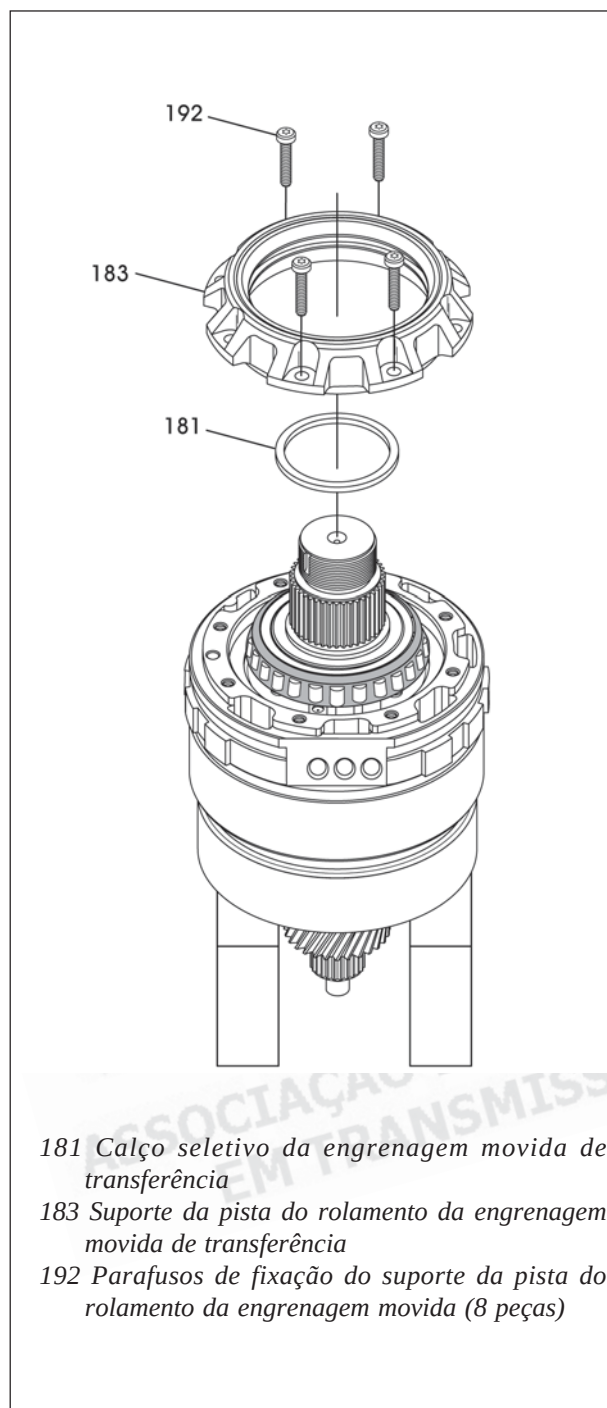

Figura 169
34. Gire o conjunto completo e posicione-o em dois blocos de madeira, conforme mostra a figura 169.
35. Instale o calço seletivo da engrenagem movida de transferência que foi previamente determinado pela medição da pré-carga, no eixo central do Underdrive, conforme mostra a figura 169.
36. Instale o suporte da pista do rolamento da engrenagem movida de transferência, conforme mostra a mesma figura 169.
37. Instale somente 4 parafusos do suporte da pista do rolamento da engrenagem nas posições mostradas na figura 169 e aperte-os com um torque de 12 Nm, conforme mostra a figura 170.